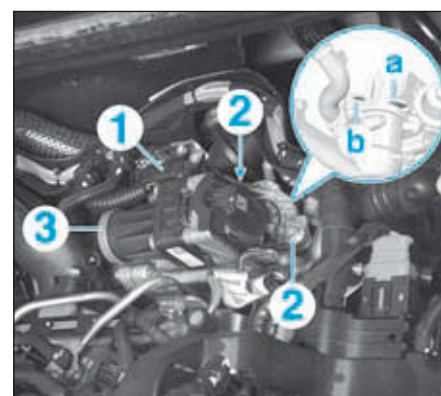

FIG.97
- Débrancher le connecteur (1) (Fig.97).
- Déposer les vis (2).
- Déposer l'électrovanne de recyclage des gaz d'échappement (3).